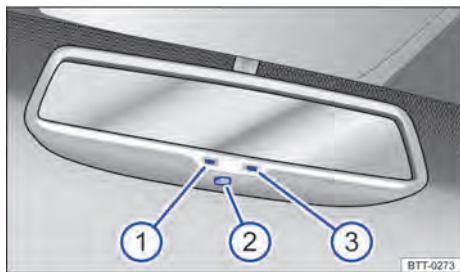

Fig. 69 No para-brisa: espelho retrovisor interno com antiofuscante automático.
Legenda para → Fig. 69:
- ① Luz de controle.
- ② Interruptor.
- ③ Sensor para reconhecer a incidência de luz por trás.
O antiofuscamento automático pode ser ligado e desligado com o interruptor no espelho retrovisor interno → Fig. 69 ②. Com o antiofuscamento automático ligado, a luz de controle → Fig. 69 ① se acende.
- Um sensor no lado que indica para o interior do veículo, que mede a incidência de luz por trás → Fig. 69 ③.